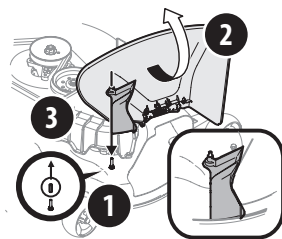

Figure 32
- Retirez le capuchon de la goupille voir le point (1) de la Figure 32.
- Faites tenir le déflecteur d'éjection en position relevée (2) puis mettez l'adaptateur en place (731-10133) (3), comme illustré à la Figure 32.